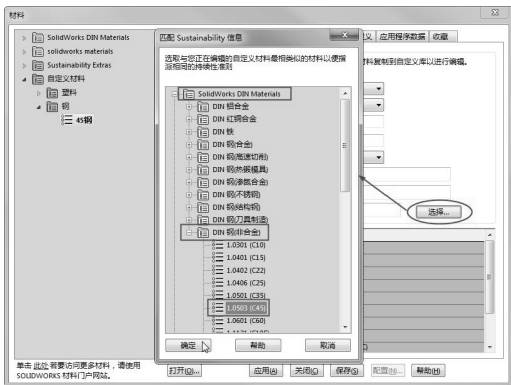

图 9-31 添加永续性数据
- 04 单击 **选择...** 按钮，在【匹配 Sustainability 信息】对话框的【SolidWorks DIN Materials】德国金属材料库中选择【DIN 钢（非合金）】下的 1.0503（C45）材料，此材料性能参数与 GB45 钢接近，如图 9-31 所示。